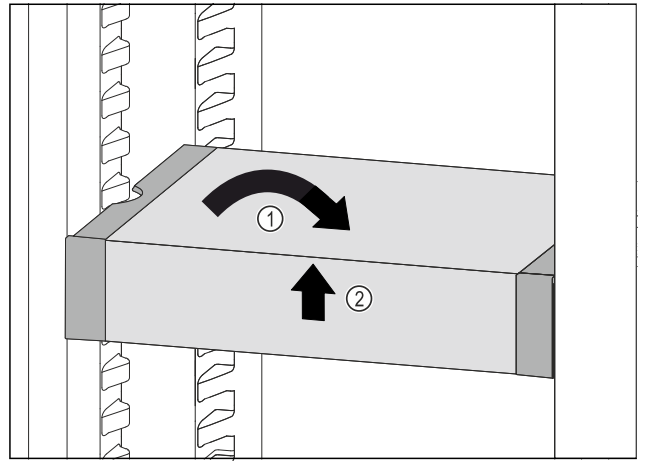

Fig. 97
- ▶ Coloque el VarioSafe en posición recta. Fig. 97 (1)
- ▶ Levante el VarioSafe por delante. Fig. 97 (2)